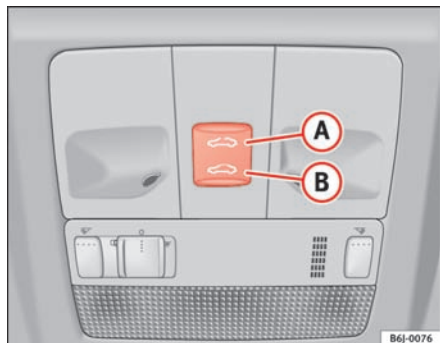

Fig. 48 Panoramatag/vippetag
- Hvis du betjener kontakten **(B)** ⇒ fig. 48 ⇒ ⚠ og holder den i positionen, lukker taget, indtil du slipper kontakten igen.